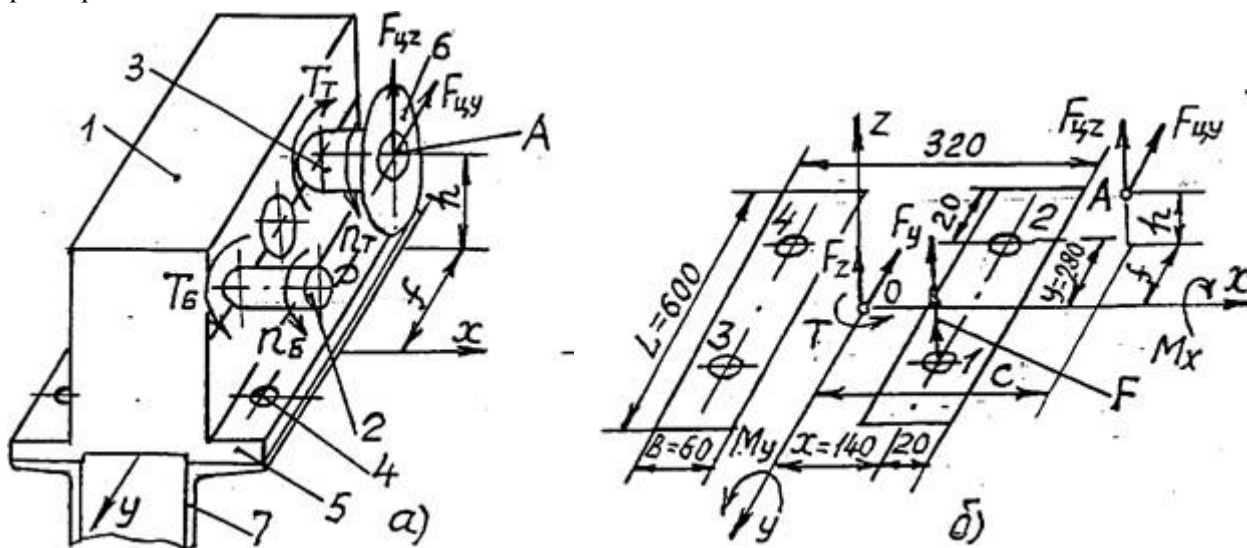

Рис.60
На рис.60 изображены схемы нагружения (а) и стыка (б) редуктора Ц2.
Лапы 5 редуктора привинчены к раме 7 четырьмя болтами 4 с резьбой М16 – болты с уменьшенными головками “под ключ” по ГОСТ 7796-70 ($S = 22$ мм, $d_1 = 13,835$ мм). Размеры стыка (рис. 60, б) взяты с чертежа редуктора. Требуется обеспечить прочность болтов; массой редуктора пренебречь.
5. Наиболее нагруженный на отрыв болт – 1 (рис. 60, б) – векторы сил от F_z , M_x , M_y алгебраически складываются.
Суммарная осевая сила в зоне болта 1 (рис. 60, б) по формуле: